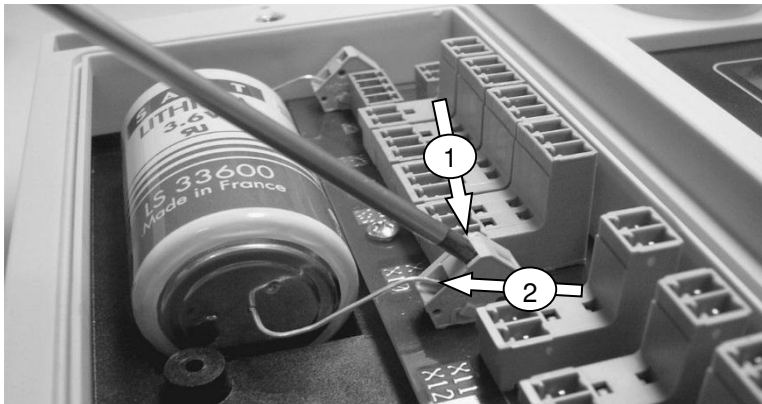

Рисунок 9.2 – Операции при смене батареи
- с помощью тонкой отвертки ослабить крепление зажима каждого вывода батареи (рисунок 9.2, поз. 1) и вынуть вывод батареи (рисунок 9.2, поз. 2);